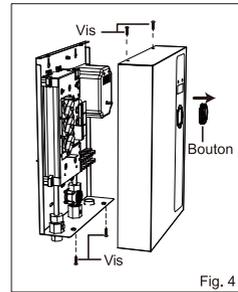

Fig. 4
5. Retirez le bouton sur le couvercle avant et les 4 vis sur les bords supérieur et inférieur de l'appareil, puis démontez le couvercle avant (Fig.4).